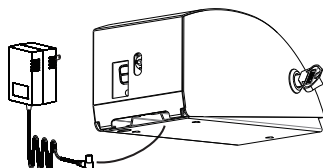

Abb. 3
2. Bevor Sie die Rückplatte an der Wand befestigen, führen Sie den Adapter-Stecker des Transformators entweder durch das Loch in der Rückplatte oder in den Schlitz zwischen der Rückplatte und dem Gehäuseboden (Abb. 3). Platzieren Sie den Stecker in die Steckdose am Schaltkasten (Abb. 4).